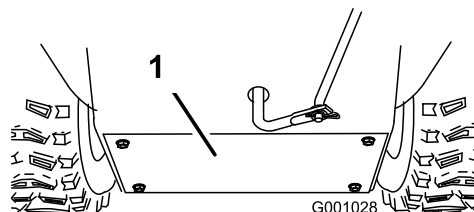

Bild 44
3. Entfernen Sie die hintere Abdeckung (Bild 44).